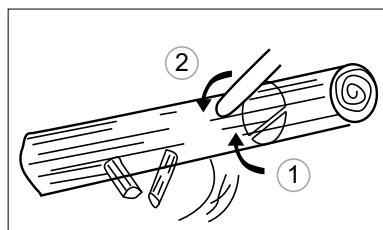

Fig. 21
2. Si el tronco esté en el soporte en un extremo, primero corte desde la parte inferior hasta 1/3 del diámetro del tronco para evitar que se parta. A continuación, termine el corte desde arriba para que coincida con el primer corte, evitando que se atasque (fig. 21).